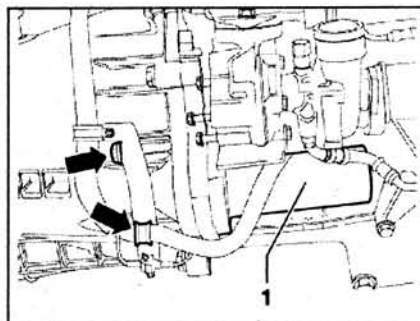

Рис. 8.5. Открутите болты (стрелки) и снимите стартер **1**.
4. Открутите болты (стрелки) и снимите стартер **1** (рис. 8.5). При установке затяните гайки моментом 20 Нм.